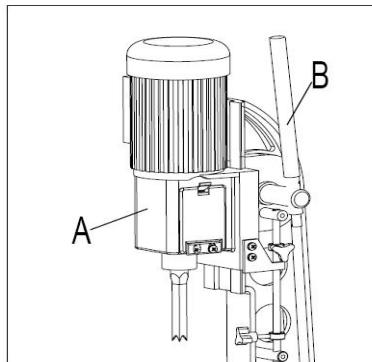

Abb. 4
Der Kopf (A), Abb. 4, wird mittels des Hebels (B) angehoben und abgesenkt .